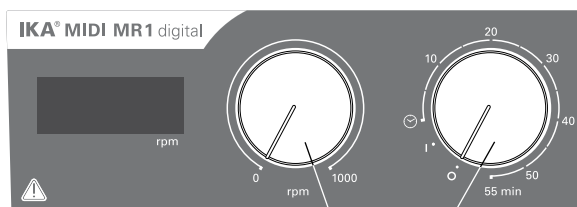

Fig. 3
- ☞ Du slår på apparatet ved å dreie bryteren „**på/av**“ og „**tidsur**“ (**B**, se **Fig. 3**) med klokken til posisjonen „**1**“.
- ☞ Du slår på apparatet ved å dreie bryteren „**på/av**“ og „**tidsur**“ (**B**, se **Fig. 3**) med klokken til posisjonen „☺“.
- ☞ Still inn motorturtallet med dreiebryteren „**turtall (rpm)**“ (**C**, se **Fig. 3**). Motorturtallet kan justeres fra 0 til 1000 opm for **MIDI MR 1 digital** og fra 0 til 600 opm for **MAXI MR1 digital**.